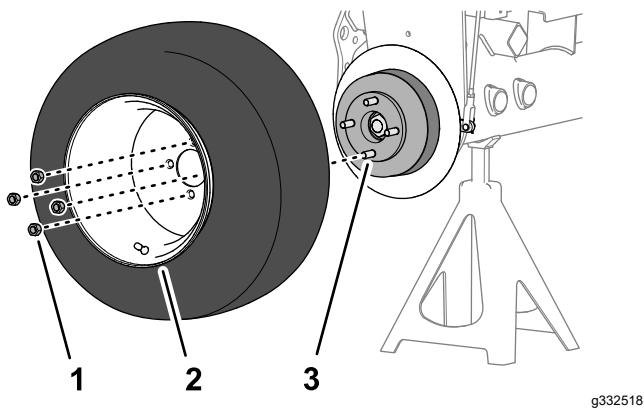

Figura 76
1. Monte a roda no cubo com quatro porcas de rodas (Figura 76) e aperte as porcas à mão.